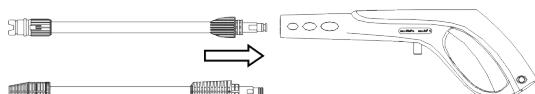

Рис. 5
6. Установите на пистолет насадку с регулируемым соплом или бачок для моющего средства (для моделей моек с отдельным бачком) (рис. 5);